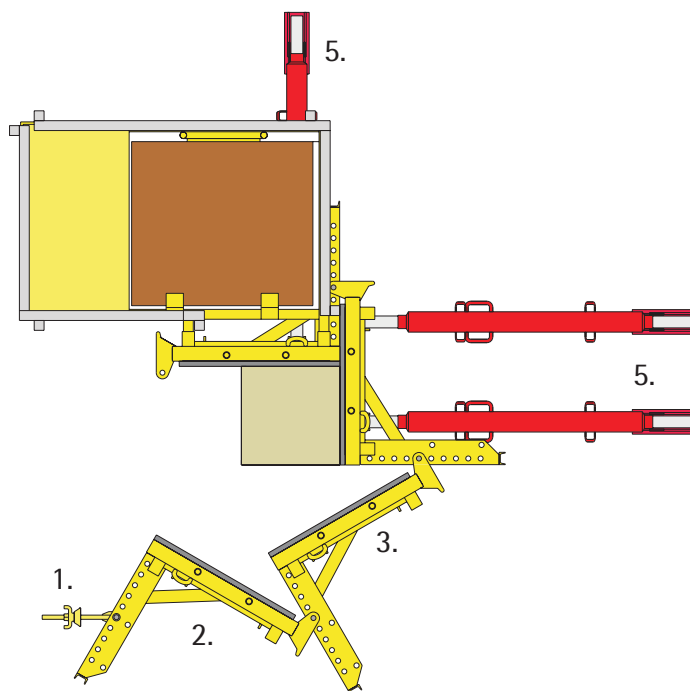

Abb.29
2. Einheit mit den Spannvorrichtungen aufklappen (Abb. 29).